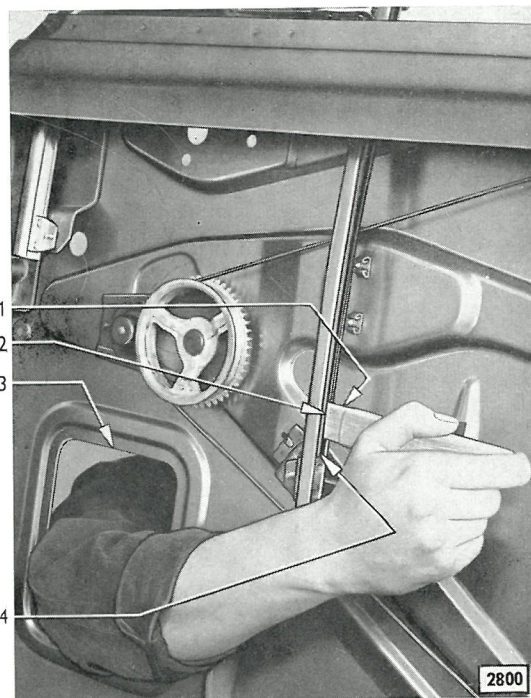

Bild 99 - Im Türinnen die vordere Fensterführung mit
- 7. Im Türinnern die nur provisorisch eingesetzte vordere Fensterführung (98/4) wieder aus dem Fensterrahmen herausnehmen und die obere Klammer (98/3) mit dem Holz in den Fensterrahmen drücken. Bei (99/2) noch eine Klammer in den Fensterrahmen eindrücken. Dann Fensterführung mit Holz in Klammern und in Fensterrahmen eindrücken (Bild 99).